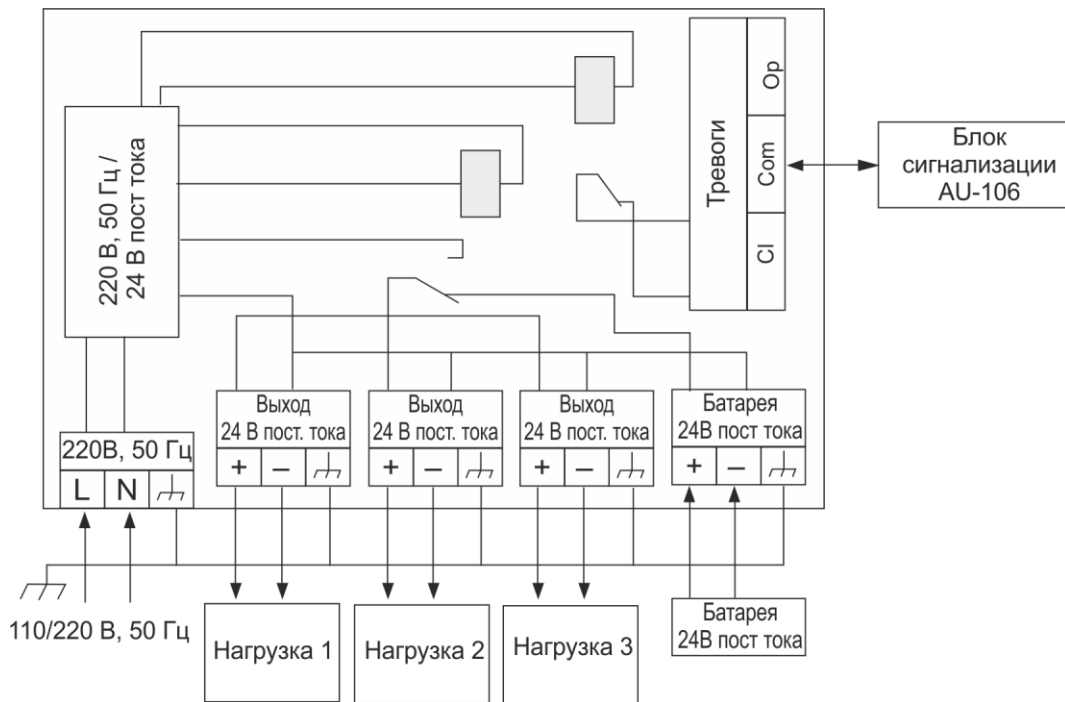

Рисунок 4. Схема подключения устройств к БП.
5. Подсоедините подведенные провода к соответствующим клеммам на плате (смотрите Рисунок 4).